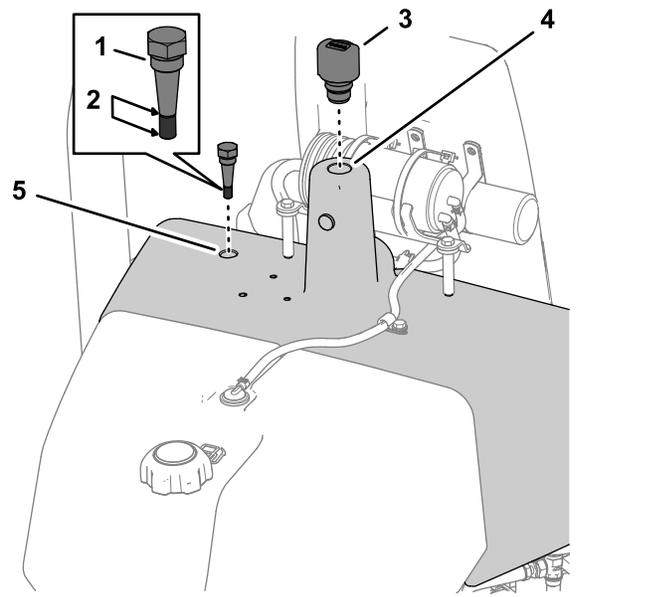

Figura 51
3. Desaparafuse a vareta de nível localizado no topo do reservatório, limpe-a com um pano, reinsira-a no tubo e remova-a novamente (Figura 51).
4. Se não houver óleo na vareta de nível, remova a tampa do tubo de enchimento no reservatório de fluido hidráulico (Figura 51) e, com cuidado, adicione o fluido hidráulico especificado no reservatório até o nível atingir a marca na vareta de nível (consulte o tópico Troca do fluido hidráulico e filtros (página 41)).
5. Instale a vareta de nível e o respiro no reservatório de fluido hidráulico (Figura 51).